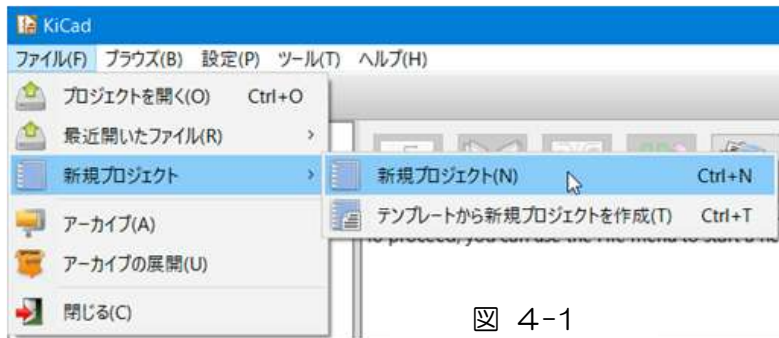

図 4-1
- (1) KiCad を起動します。
- (2) 新規プロジェクトの作成
- ① メニューバー「ファイル」→「新規プロジェクト」→「新規プロジェクト」と進みます。 図 4-1